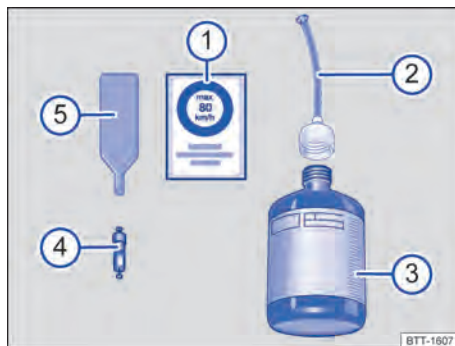

Fig. 230 Éléments du kit de crevaison (schéma de principe)
- ① Autocollant indiquant la limitation de vitesse « max. 80 km/h » ou « max. 50 mph »
- ② Flexible de remplissage avec bouchon
- ③ Bouteille de produit de colmatage des pneus
- ④ Obus de valve de rechange
- ⑤ Extracteur d'obus de valve
i L'extracteur d'obus de valve → fig. 230 ⑤ possède, en son extrémité inférieure, une fente qui s'adapte à l'obus de valve. Cela constitue la seule possibilité de retirer l'obus de valve puis de la réinsérer dans la valve du pneu. Il en va de même pour l'obus de valve de rechange ④.
1. Collez l'autocollant du kit de crevaison → fig. 230 ① sur le tableau de bord, de manière à ce qu'il se trouve dans le champ de vision du conducteur.
→ fig. 230 ⑤ et placez-le sur un support propre.
4. Secouez plusieurs fois énergiquement la bouteille de produit de colmatage des pneus → fig. 230 ③.
5. Vissez fermement le flexible de remplissage du pneu → fig. 230 ② sur la bouteille de produit de colmatage des pneus dans le sens des aiguilles d'une montre. Le film situé sur le bouchon est alors automatiquement percé.
6. Retirez l'obturateur du flexible de remplissage du pneu → fig. 230 ② et insérez l'extrémité libre du flexible de remplissage sur la valve du pneu.
9. Revissez l'obus sur la valve du pneu à l'aide de l'extracteur d'obus → fig. 230 ⑤.